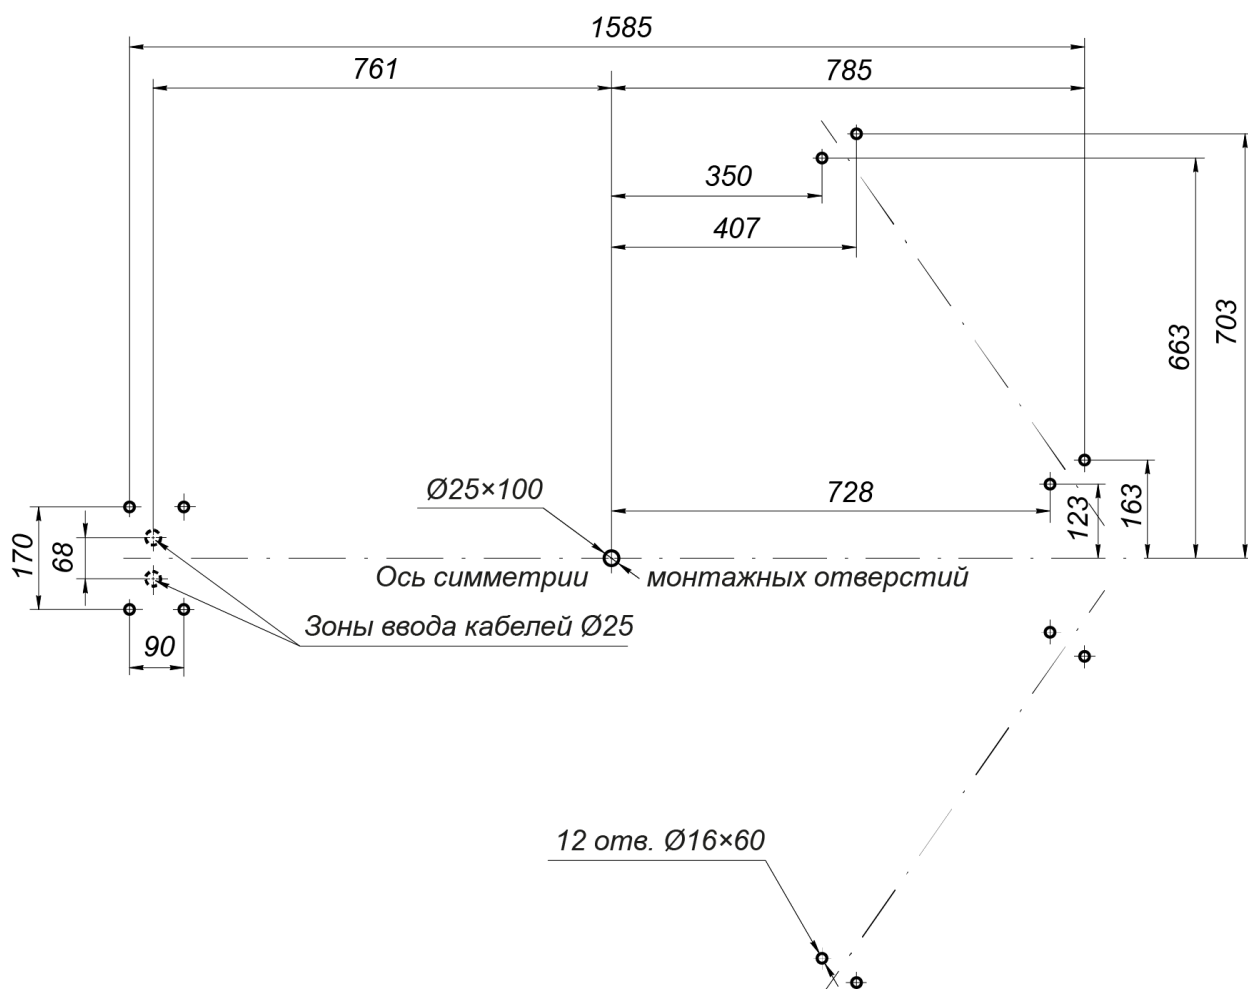
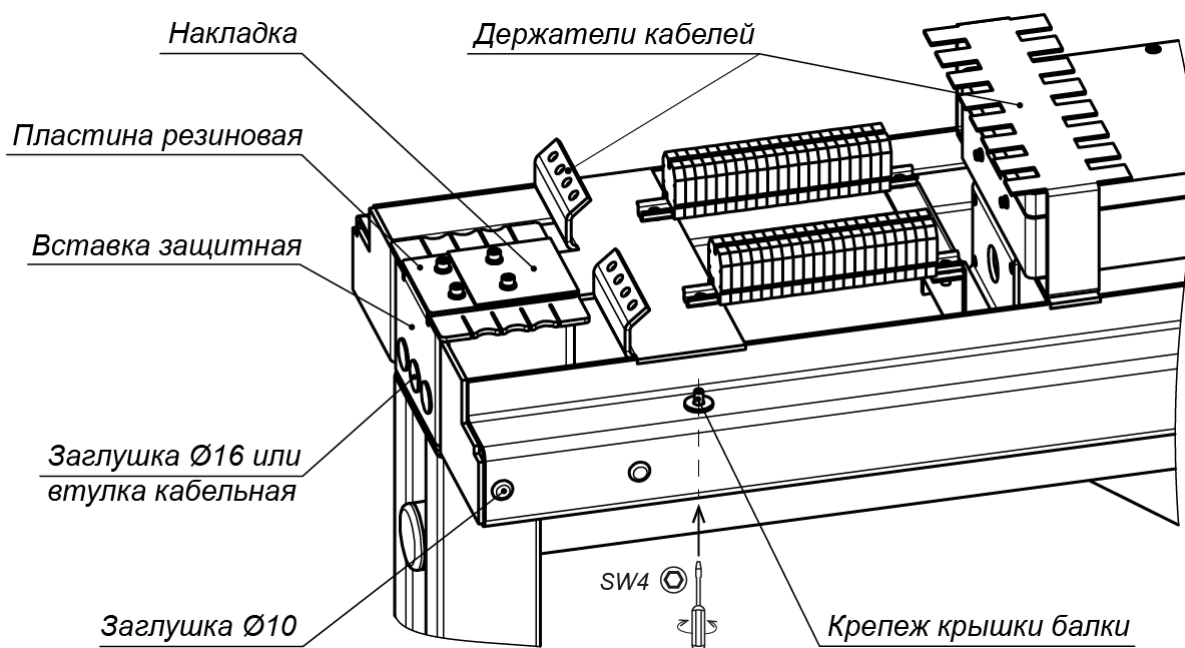
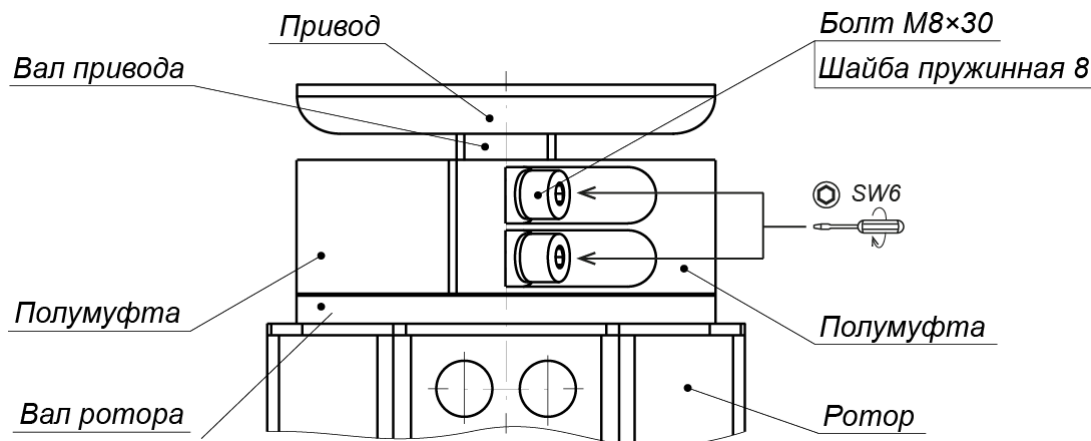

Рисунок 11. Схема разметки для монтажа турникета¹
Рисунок 17. Элементы балки привода
Рисунок 18. Муфтовое соединение (4) вала привода исполнительного механизма с валом ротора (1)
Также на внутренней поверхности крышки имеется наклейка со схемой подключений турникета и дополнительного оборудования, аналогичная приведенной на рис. 11.
- Установите секции (6) формователя прохода на установочную поверхность, ориентируя отверстия в опорных фланцах по расположению анкеров. При этом левая и правая секции должны быть правильно выставлены и сориентированы: блоки индикации формователей должны быть развернуты от оси симметрии (см. рис. 11) и учтено расположение на секциях мест крепления опорной балки (см. рис. 12).
9. Установите балку опорную (7) на секции (6) формователя прохода:
10. Распакуйте стойку с преграждающими планками (5) (ящик №4).
11. Установите стойку с преграждающими планками (5) (работайте вдвоем!):
- Для варианта прокладки кабелей питания и управления через кабельные каналы в установочной поверхности снизу: положите стойку с преграждающими планками (5) на установочную поверхность таким образом, чтобы опорный фланец находился рядом с зоной отверстия А. Затем, используя монтажную проволоку, протяните кабели через нижнее отверстие в преграждающей стойке со стороны фланца вверх по стойке до ее верхнего отверстия. Выпуск кабелей на выходе из верхнего отверстия должен составлять 0,8 - 1,0 м. Временно зафиксируйте концы кабелей на верхней планке преграждающей стойки (к примеру, с помощью липкой ленты).
- Установите стойку с преграждающими планками на отверстия с анкерами в установочной поверхности по оси симметрии, при этом фланец должен встать на зону А, а место нижнего узла вращения (3) – на отверстие с анкером М16 (см. рис. 11).
- Закрепите балку привода на стойке с преграждающими планками (5) двумя болтами M10×25, ключ SW8 (см. рис. 17) (для более удобного доступа к отверстиям можно предварительно снять накладку, резиновую пластину и вставку защитную, открутив четыре винта M4×16, ключ SW3, см. рис. 18).
22. Произведите подключение к контактам DIN-рейки в соответствии со схемой подключения турникета и дополнительного оборудования (см. рис. 11):
- кабелей индикации (12);
- кабеля питания турникета (13);
- кабеля ПДУ (15) или устройства РУ;
- кабеля устройства *Fire Alarm* (14) (в случае отсутствия устройства *Fire Alarm* убедитесь в наличии перемычки «*Fire Alarm*»);
23. Проверьте правильность и надежность электрических соединений в соответствии со схемой подключения турникета и дополнительного оборудования (см. рис. 11).
26. Установите крышку (9) на балку привода (8):
- Вкрутите четыре невыпадающих винта М5 (ключ SW4), фиксирующие крышку балки (см. рис. 18).